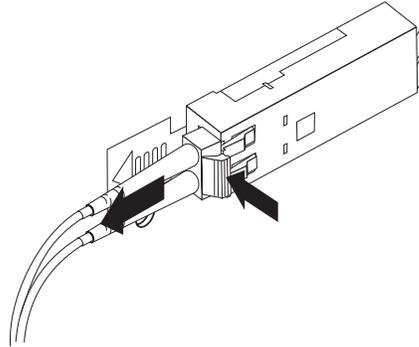

Figura 22. Removendo o Cabo LC-LC Fibre Channel
2. Puxe cuidadosamente o conector para remover o cabo do módulo SFP conforme mostrado na Figura 22.